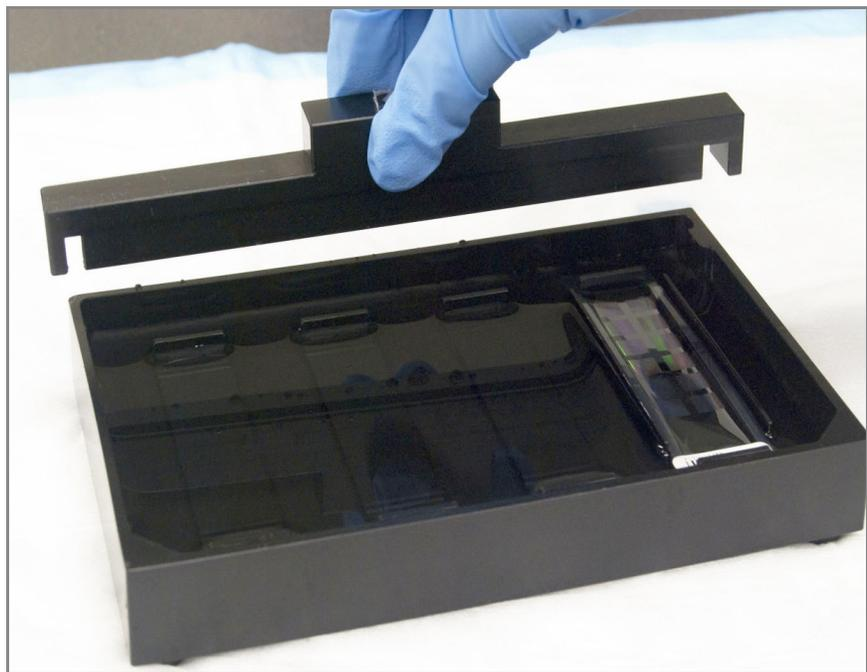

Рис. 166 Установка выравнивающей планки на центрирующее устройство
5. Установите выравнивающую планку на центрирующее устройство (Рис. 166).